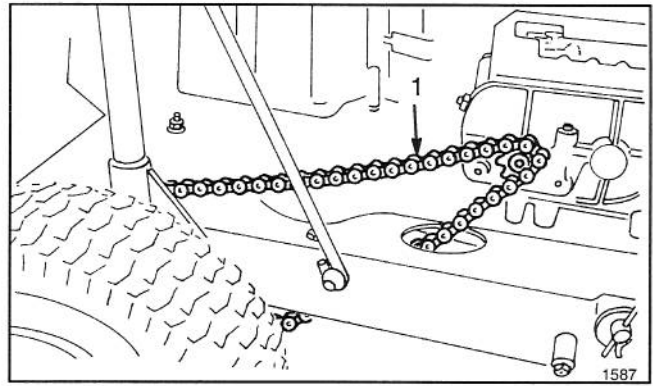
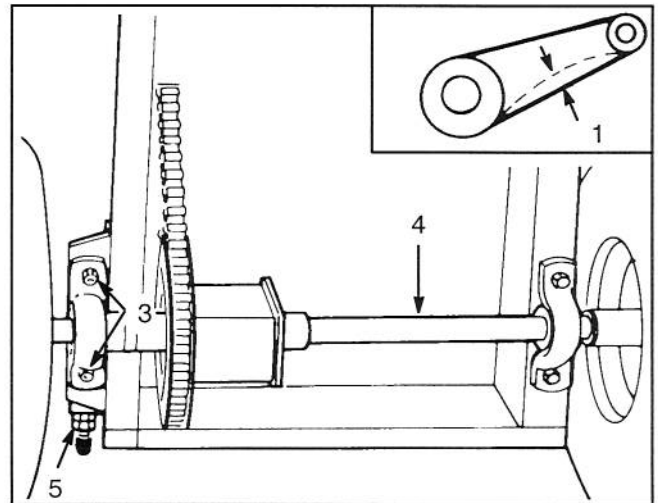

Figure 21
Figure 22
2. Pour contrôler la tension de la chaîne, appuyer sur la chaîne à mi-course dans un sens puis dans l'autre (Fig. 21). Le battement total doit être de 3 mm (Fig. 22). Si l'on obtient un résultat différent, régler la chaîne—étapes 3 à 13.
7. Desserrer les quatre contre-écrous qui fixent les paliers et l'essieu différentiel au châssis de la machine (Fig. 22).
8. Desserrer l'écrou de blocage arrière du tendeur de chaîne (Fig. 22).
11. L'essieu différentiel doit être parallèle à l'arrière du châssis. Mesurer la distance du centre de chaque palier à l'arrière du châssis (Fig. 22). Si les deux distances diffèrent de plus de 3 mm, l'essieu différentiel n'est pas parallèle au châssis, et sa position doit être corrigée.